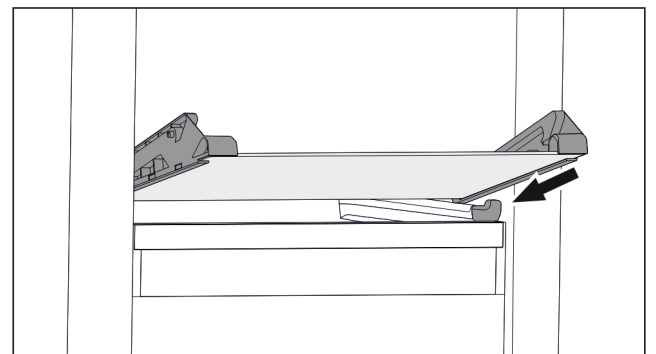

Fig. 71 Glasplatte des abklippbaren Schubfachs
- ▶ Glasplatte schräg hinter den Stoppnern aufsetzen. (siehe Fig. 71)